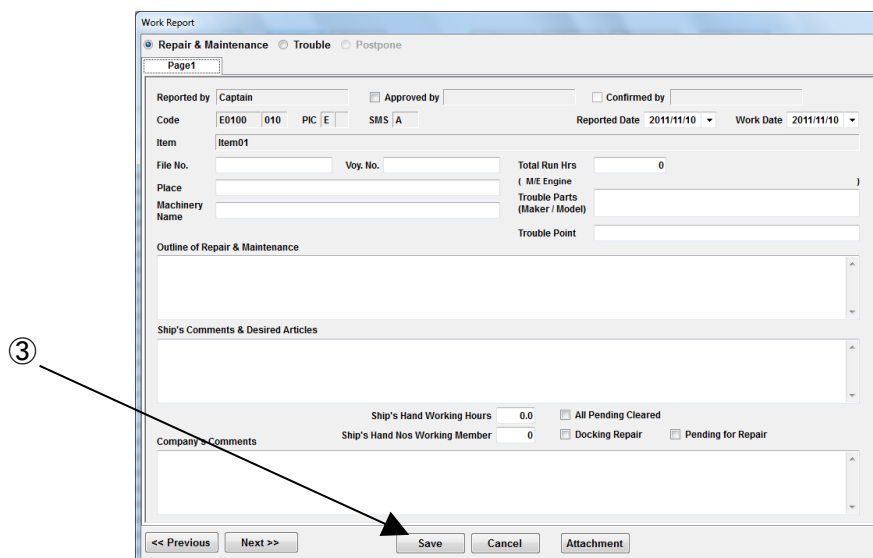

図 7-2 Work Report 画面
- (2) 修正する場合は、修正する Work Report を選択し、[Modify]ボタンをクリックしてください。”Work Report”画面(図 7-2)が表示されます。
- (3) 修正後、[Save]をクリックしてください。修正が完了します。
- (4) Work Report を削除する場合には、削除する Work Report を選択し、[Delete]ボタンをクリックしてください。確認メッセージが表示されますので、[OK]を選択してください。選択した Work Report が削除されます。